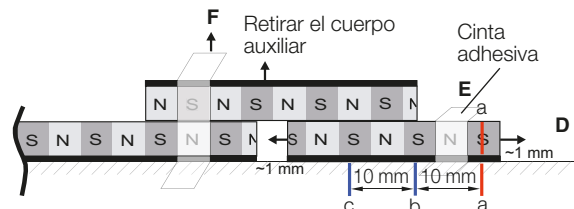

Fig. 4-10: Efectuar las tres marcas a, b y c
5. Desplace el segundo cuerpo de medición M2 por debajo del cuerpo auxiliar en una y otra dirección hasta percibir la mayor fuerza de atracción. En dicha posición estable, fije el cuerpo de medición M2 con cinta adhesiva. Retire el cuerpo auxiliar (Fig. 4-10). M1 y M2 ahora están alineados entre sí con los polos sincronizados.
6. Marque el cuerpo de medición M2 y la pieza de la máquina en una posición (a) cualquiera (Fig. 4-10). Desde esta marca, y en dirección al punto de contacto, realice solo sobre la pieza de la máquina otras dos marcas (b y c) a una distancia cada una de 1 par de polos 10 o 20 mm).